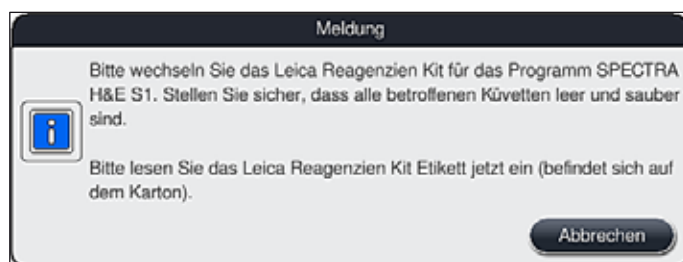

Abb. 56
1. Nach Aufforderung durch eine Meldung (→ "Abb. 56") auf dem Bildschirm, das Verpackungsetikett des Kartons vor dem RFID-Sensor an der Gerätevorderseite (→ "Abb. 57-1") halten, um dieses einzulesen.
- Das Einlesen des Leica Reagenzien Kits kann ausschließlich durch die Taste **Abbrechen** in (→ "Abb. 56") gezeigten Meldung und vor Beginn des Einlesens des Packungsetikettes abgebrochen werden, ohne dass das Leica Reagenzien Kit verfällt.